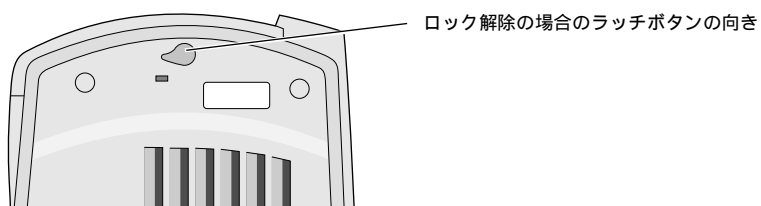

図 2-3 ロックが解除された場合のラッチボタンの向き
3. ラッチボタンを時計方向に回してロックを解除します (図 2-3)。ラッチボタンの先端を左に向けると、ロック解除モードになります。